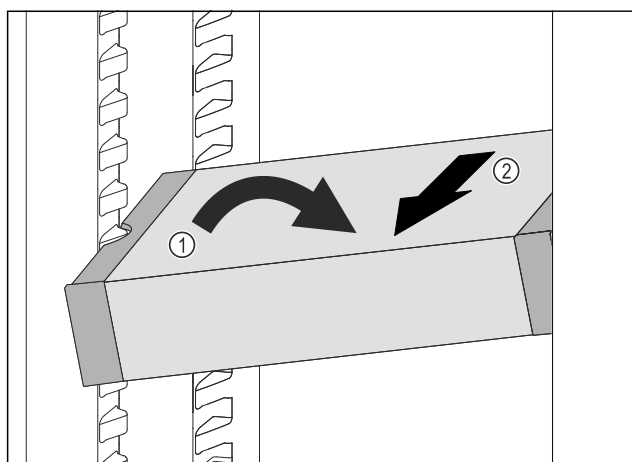

Fig. 200
- Poziționați oblic VarioSafe în frigider. Fig. 200 (1)
- Extrageți VarioSafe spre înainte. Fig. 200 (2)